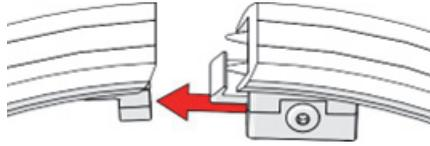

图1-21 关闭闩锁
3. 接合环形带：将环形带的两端拉到一起以啮合门锁（参见第39页的图1-21）。